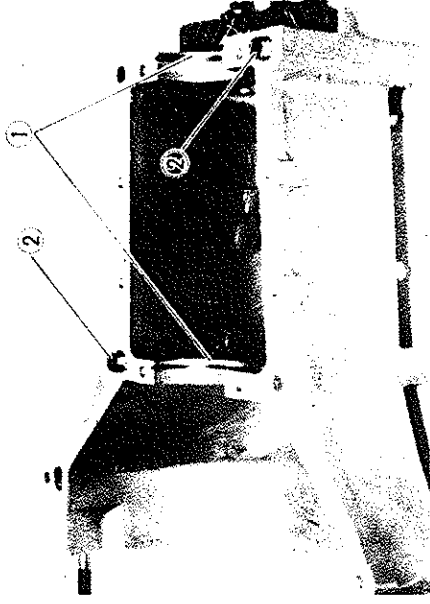

Fig. 13-67
- 1) Una vez montado el conjunto del tren fijado, piñón loco de marcha atrás, y eje selector de marcha atrás en la carcasa inferior, verificar que estén montadas las arandelas axiales (1) en ambos lados de la carcasa según Fig. 13-67. Igualmente verificar las 2 guías.(2)